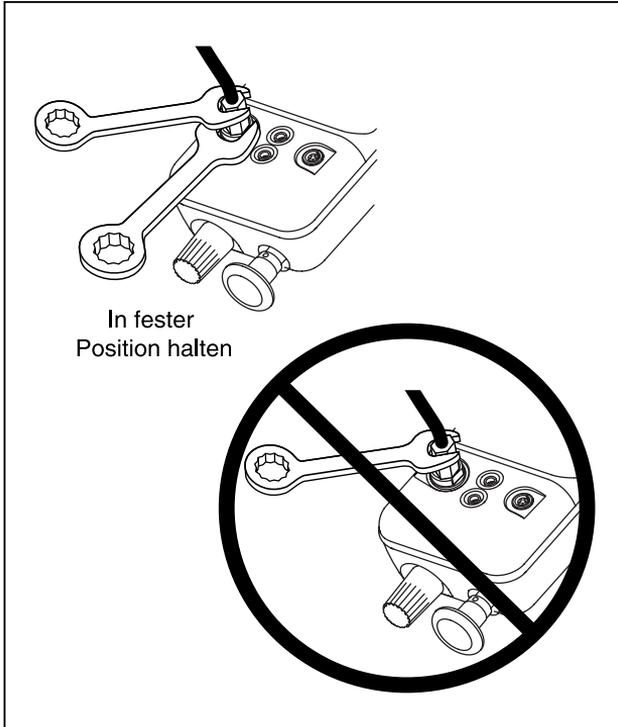

Abbildung 1. Anschlussmethode
- Um mechanische Beschädigung des Kalibrators zu vermeiden, zwischen dem Druckanschluss und dem Kalibratorgehäuse kein Drehmoment anlegen. Die richtige Verwendung der Werkzeuge ist Abbildung 1 zu entnehmen.